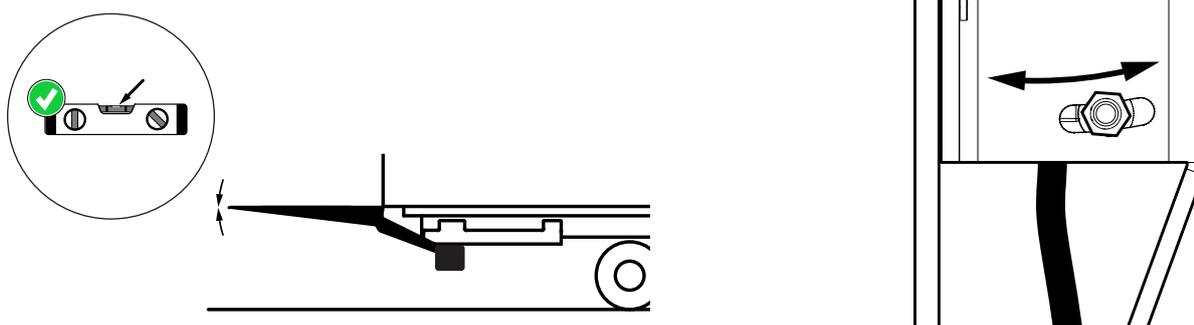

Figure 39. Réglage de l'angle d'inclinaison automatique
1. Desserrez les deux vis sans les dévisser, voir Figure 39.
2. Ajustez la position du capteur angulaire à l'angle souhaité, voir Figure 39.